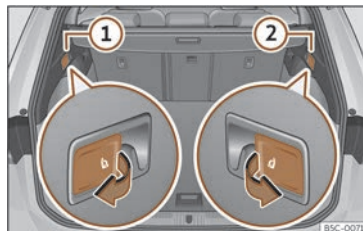

Fig. 98 No maleteiro: panca para desbloqueo do respaldo traseiro.
- Tire da panca de desbloqueo a distancia da parte esquerda >>> **fig. 98** ① ou dereita ② do respaldo no sentido da frecha. A parte desbloqueada do respaldo traseiro abátese automaticamente cara adiante.